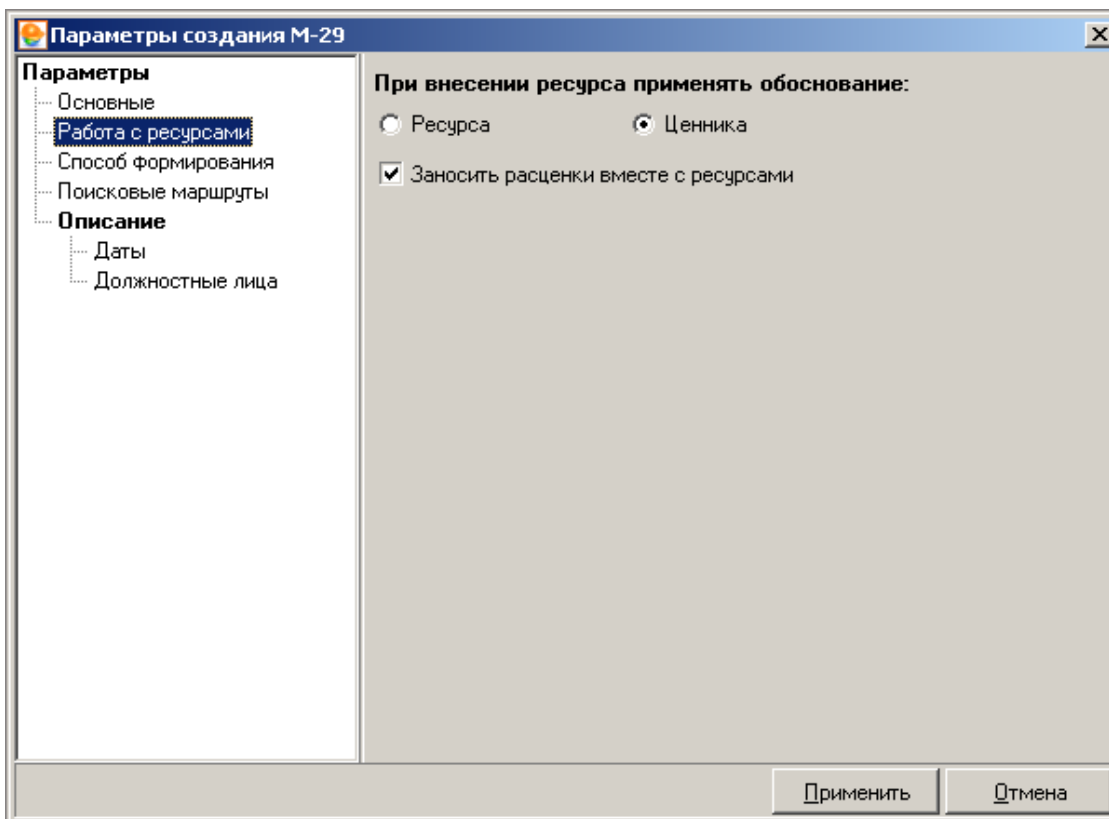

Рис. 3. Раздел “Работа с ресурсами”
**Работа с ресурсами.** В этом разделе задаются настройки занесения ресурсов (см. рис. 3).